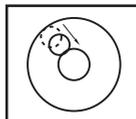

Fig.9
- Gebruik de voetschroeven om de luchtbel tussen het midden en de rand te plaatsen (Fig. 9, hieronder)